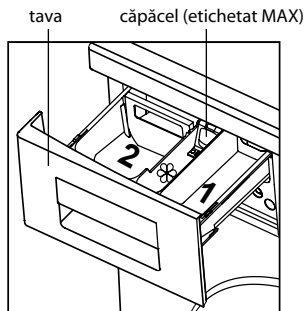
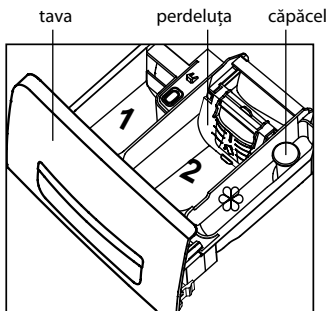
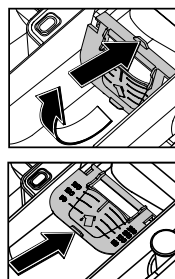

Figura 14
Figura 15
Figura 16
**6.2.6** Înainte de a utiliza detergenti sub formă de pulbere în tava așa cum se arată în Figura 15, trebuie să deschideți declanșatorul așa cum se arată în Figura 16: apăsați pe fila pe ea și transferați-o în poziție orizontală, apoi împingeți pana la capat în direcția indicată de săgeată.
**6.2.7** Când alegeți funcțiile suplimentare , , , se recomandă să utilizați numai detergenti praf, care sunt plasate în împărțiturile 1 și 2, în conformitate cu Figura 14, 15.
În mașina cu o tavă așa cum se arată în Figura 15, înainte de a utiliza detergentul lichid este necesar a transfera declanșatorul în poziție verticală: împingeți-l spre sine pana se oprește și lasați.
**6.2.9** Supradozajul substanților de tratament special în împărțitura  (mai sus de MAX marcat pe capac așa cum se arată în Figura 14 sau eticheta de pe partea laterală a împărțiturii, în conformitate cu Figura 15), precum și intrarea lor în împărțitura vecină reduce calitatea de spălare.